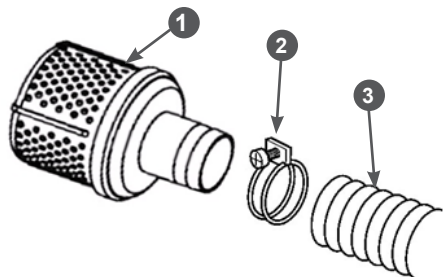

**Рис. 10 Установка всасывающего фильтра**
2. Наденьте до упора всасывающий рукав 3 на патрубок всасывающего фильтра 1 и затяните его хомутом 2 (Рис. 10).